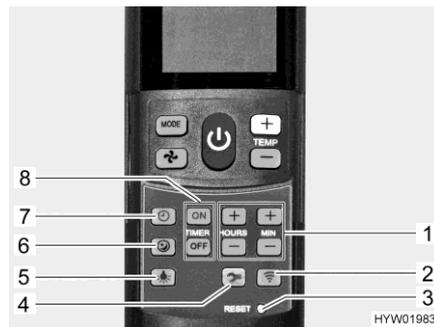

Fig. 151 Télécommande avec touches de réglage (climatisation)
- Appuyer sur la touche Démarrage en douceur (Fig. 151,6). En mode de refroidissement, le ventilateur tourne alors à faible régime et donc particulièrement silencieusement.
- Appuyer sur la touche Heure (Fig. 151,7).
- Régler les heures et les minutes avec les touches (Fig. 151,1).
- Appuyer sur la touche "ON" (Fig. 151,8).
- Appuyer sur les touches de réglage du temps (Fig. 151,1) jusqu'à ce que le laps de temps désiré jusqu'à l'enclenchement soit atteint.
- Appuyer sur la touche "OFF" (Fig. 151,8).
- Appuyer sur les touches de réglage du temps (Fig. 151,1) jusqu'à ce que le laps de temps désiré jusqu'au désenclenchement soit atteint.
- Appuyer de nouveau sur la touche "ON" ou sur la touche "OFF" (Fig. 151,8).
- Activer l'éclairage : ■ Appuyer sur la touche Éclairage (Fig. 151,5). L'éclairage s'allume au dernier niveau de variation qui a été réglé.
- Varié l'intensité de l'éclairage : ■ Appuyer sur la touche Éclairage (Fig. 151,5) et la maintenir ainsi jusqu'à ce que la luminosité désirée soit atteinte.
- Éteindre l'éclairage : ■ Appuyer sur la touche Éclairage (Fig. 151,5).
- ▷ La touche Setup (Fig. 151,4) sert à établir la connexion entre la télécommande et la climatisation lors de la première mise en service.